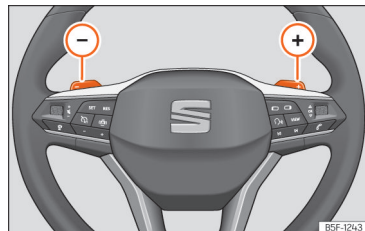

Рис. 103 Кермо з клавішами перемикання передач (DSG).
• Натисніть перемикач , щоб увімкнути вищу передачу **»» рис. 103.**